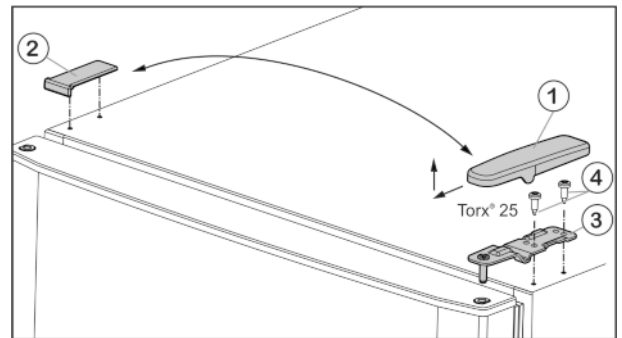
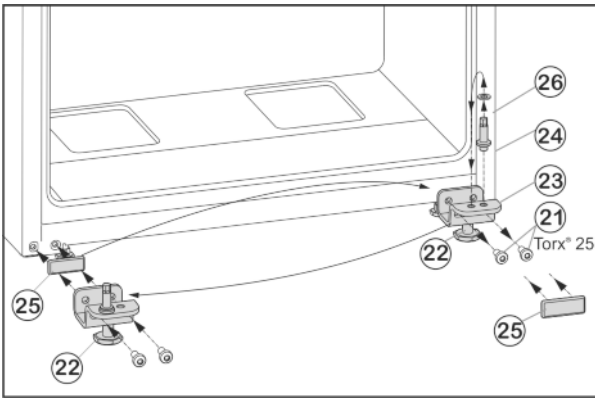

Fig. 5
Fig. 7
- ▶ Afdekking Fig. 5 (1) naar voren en boven wegtrekken.
- ▶ Afdekking Fig. 5 (2) eraf nemen.
- ▶ Bovenste lagerbus Fig. 5 (3) losschroeven (2 maal Torx® 25) Fig. 5 (4) en naar boven eraf trekken.
- ▶ Bevestigingsbouten Fig. 7 (21) losschroeven.
- ▶ Lagerboks onder Fig. 7 (23) volledig met lagerbouten Fig. 7 (24), schijf Fig. 7 (26) en stelvoet Fig. 7 (22), verwijderen.
- ▶ Lagerbouten Fig. 7 (24) volledig met schijf Fig. 7 (26) losschroeven, terugplaatsen in het tegenoverliggende opnamegat van het lagerboks en weer vastschroeven.
- ▶ Afdekplaat Fig. 7 (25) voorzichtig verwijderen en terugplaatsen op de andere zijde.
- ▶ Lagerboks onder Fig. 7 (23) volledig met lagerbouten Fig. 7 (24), schijf Fig. 7 (26) en stelvoet Fig. 7 (22) weer op de nieuwe scharnierzijde evt. met behulp van een accuboormachine **vastschroeven (met 4 Nm)**.
- ▶ Onderste deur van bovenaf op scharnierpen Fig. 7 (24) plaatsen.
- ▶ Middelste scharnierblok (13) 180° gedraaid in de onderste deur plaatsen en met bevestigingsbouten (11)(2 maal Torx® 25) op de nieuwe scharnierkant **stevig (met 4 Nm)** aandraaien.
- ▶ Kunststof ring (10) weer aanbrengen.
- ▶ Bovenste deur op het middelste scharnierblok (13) plaatsen.
- ▶ Plaats de bovenste lagerbus Fig. 5 (3) aan de nieuwe scharnierkant in de deur.
- ▶ Bovenste lagerboks **vastschroeven (met 4 Nm)** (2 keer Torx® 25) Fig. 5 (4). Eventueel een accuboormachine gebruiken.
- ▶ Afdekking Fig. 5 (1) aan de andere kant buiten plaatsen en vastklikken.
- ▶ Afdekking Fig. 5 (2) steeds aan de andere kant van bovenaf plaatsen en vastklikken.
- ▶ Stelpoot Fig. 7 (22) van onderste scharnierblok Fig. 7 (23) eruit draaien, tot deze de vloer raakt.